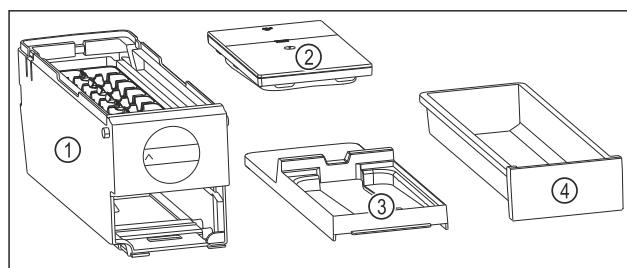

Fig. 214 Beståndsdelar i EasyTwist-Ice
- EasyTwist-Ice är delad i fyra delar. (se Fig. 214)
- Ta endast isär EasyTwist-Ice i de avbildade beståndsdelarna. (se Fig. 214)
- Rengör EasyTwist-Ice-enheten Fig. 214 (1) i sin helhet.